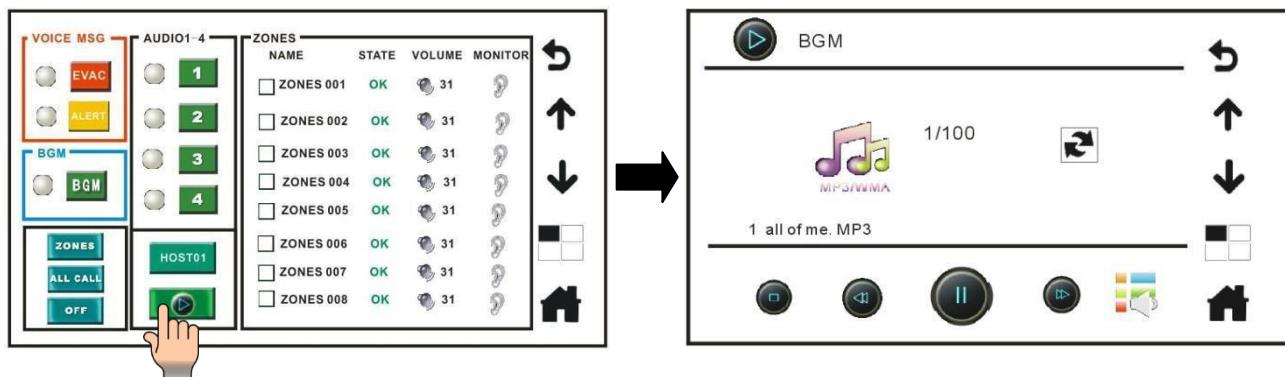

Рис. 4.38. Переход меню управления проигрывателем фоновой музыки из меню управление зонами
- Операции управления проигрывателем фоновой музыки (BGM)** При трансляции фоновой музыки вы можете нажать на пиктограмму проигрывателя фоновой музыки (BGM), чтобы войти в меню управления проигрывателем фоновой музыки и управлять фоновой музыкой, как показано на Рис. 4.38.